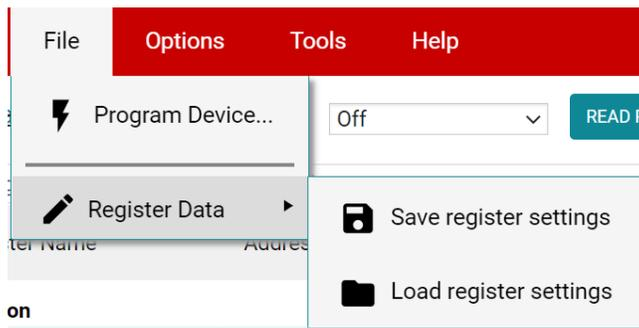

図 3-10. レジスタの設定の保存およびロード
- 利便性を高めるために、レジスタの設定を保存して、同じレジスタ マップを使用する任意のデバイスで後からロードすることができます。これを行うには、図 3-10 に示すように、「File」(ファイル) > 「Register Data」(レジスタ データ) の順に選択します。